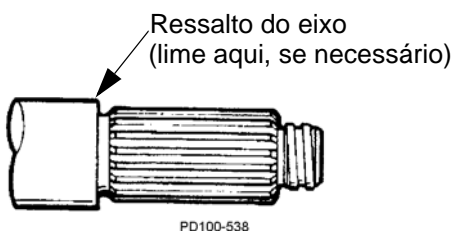

Figura 47 - Ressalto do eixo
3. Se o ressalto do eixo tiver uma borda pontiaguda, remova a borda com uma lima para evitar cortes do anel tórico do eixo ao desmontar a sede da vedação. Vide Figura 47.